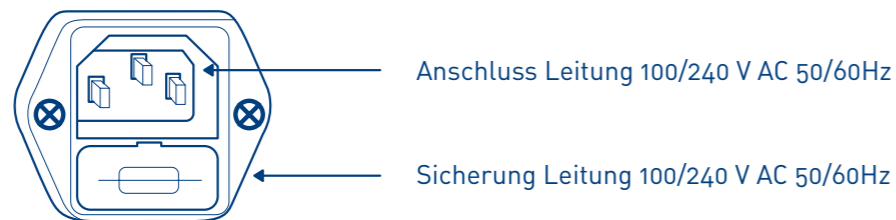

ABBILDUNG 1: ANSCHLUSSBUCHSE WECHSELSPANNUNG 100/240 V AC 50/60Hz
- Stecker des Netzkabels in die Buchse am Gerät stecken (Abbildung 1);